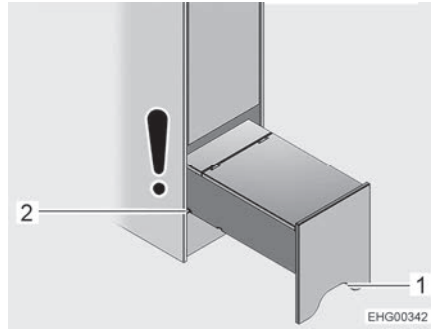

Fig. 124 Base di appoggio per la salita (completamente estratta)
- Afferrare la base di appoggio per la salita in corrispondenza dell'apertura (Fig. 124,1), sollevare leggermente ed estrarla fino alla seconda scanalatura (Fig. 124,2).